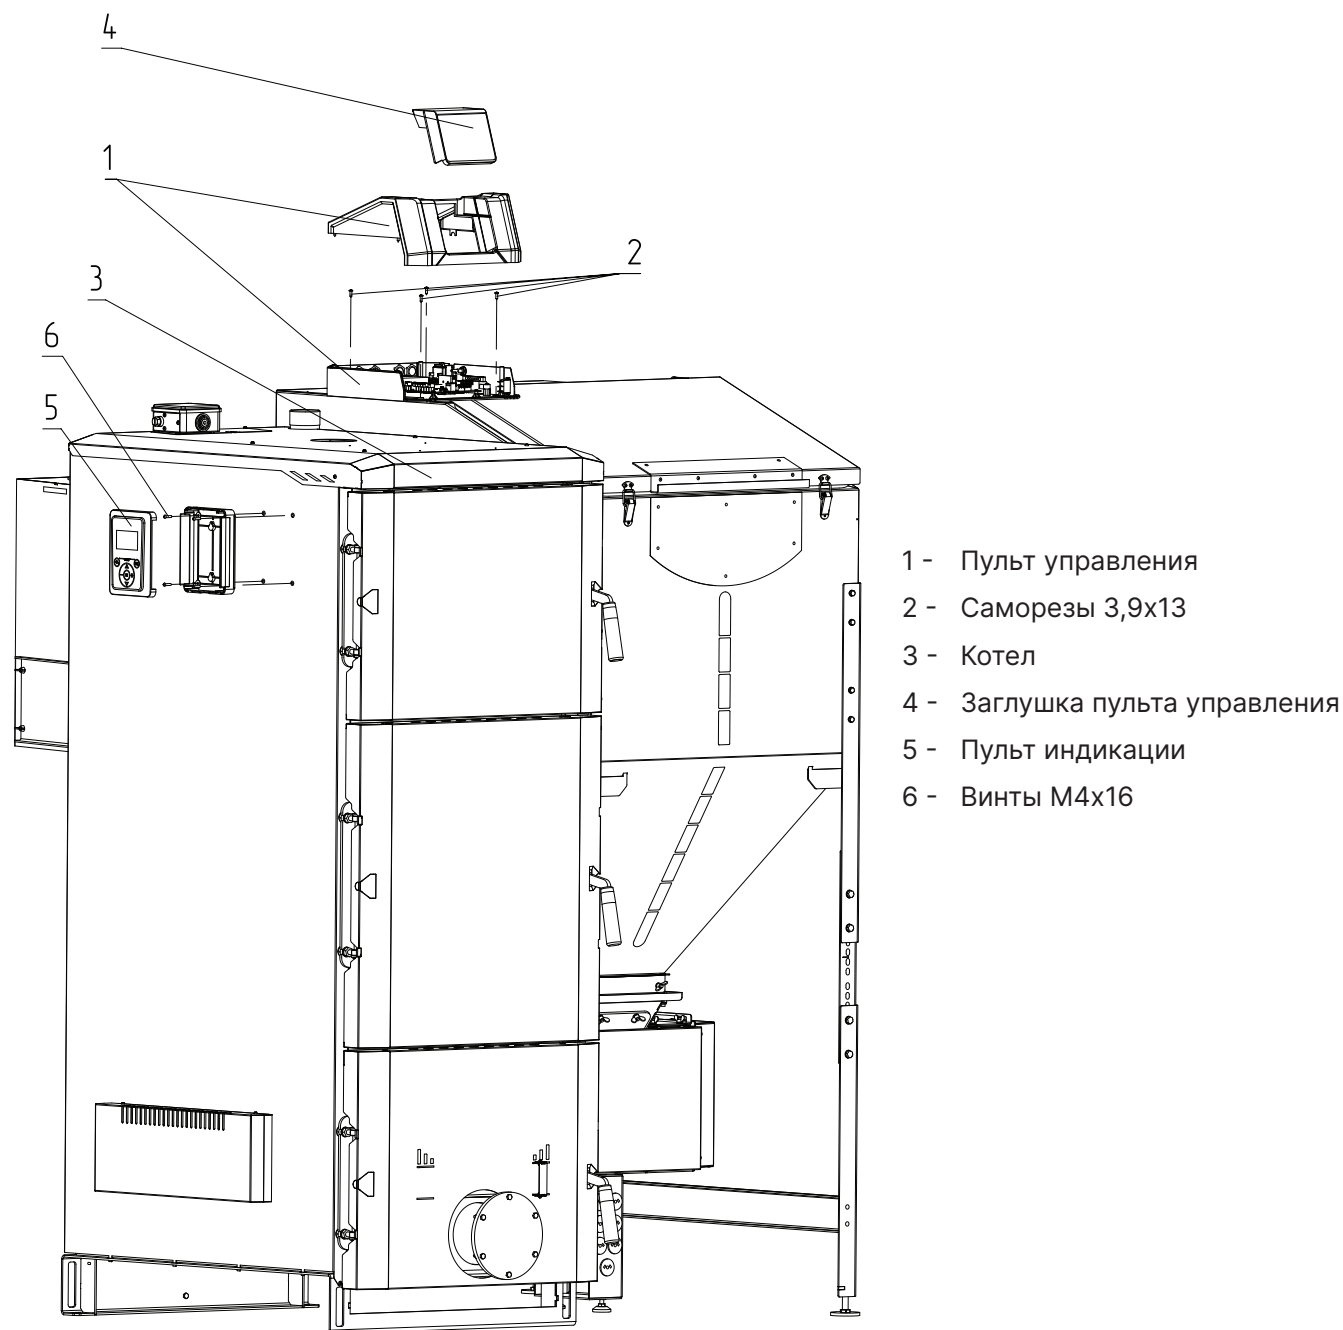

Рис.11.1.Монтаж пульта управления на котлах ZOTA Pellet Black 85-135 кВт
1. Извлеките из комплекта поставки пульт управления (**Рис.11.1, поз.1**) и крепёжные элементы;
2. Зафиксируйте пульт управления (**Рис.11.1, поз.1**) на верхней части котла (**Рис.11.1, поз.3**) саморезами (**Рис.11.1, поз.2**), как показано на **Рис.11.1** и установите заглушку пульта управления (**Рис.11.1, поз.4**);
3. Зафиксируйте основание блока индикации (**Рис.11.1, поз.5**) на боковой стенке котла винтами (**Рис.11.1, поз.6**), как показано на **Рис.11.1**.